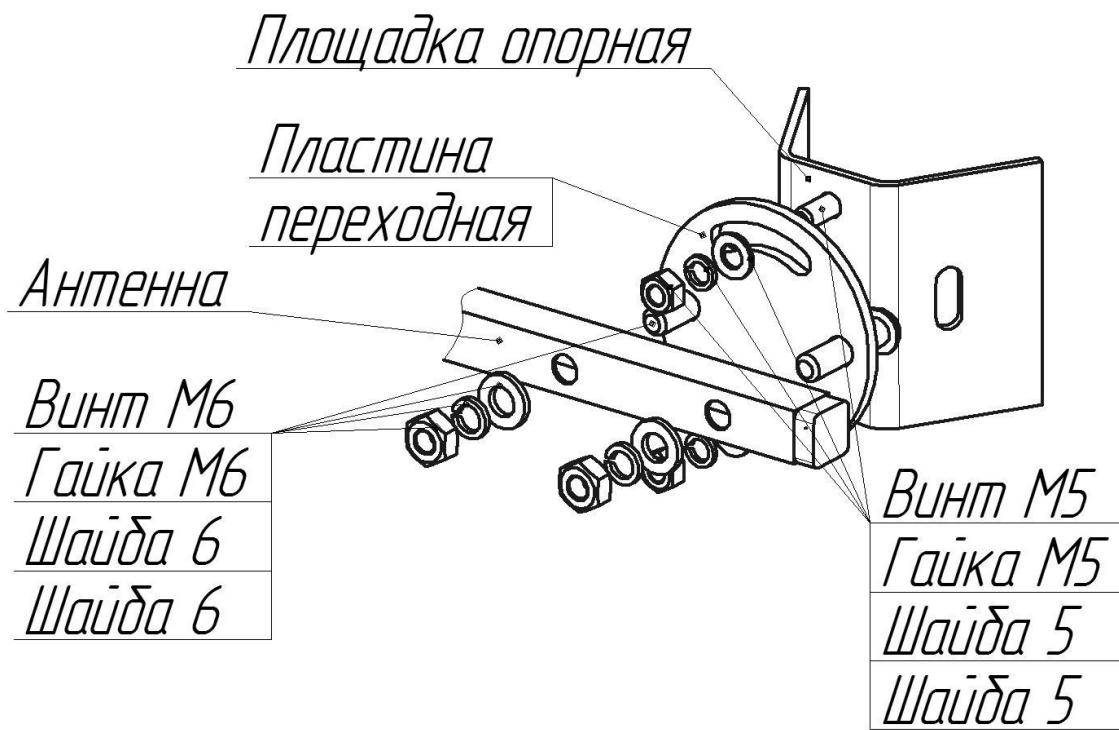

Рисунок 2 – Установка площадки опорной на антенну АВ-433
- установить пластину переходную на антенну с помощью винтов (Рисунок 2);
- закрепить антенну на пластине переходной с помощью винтов (Рисунок 2);